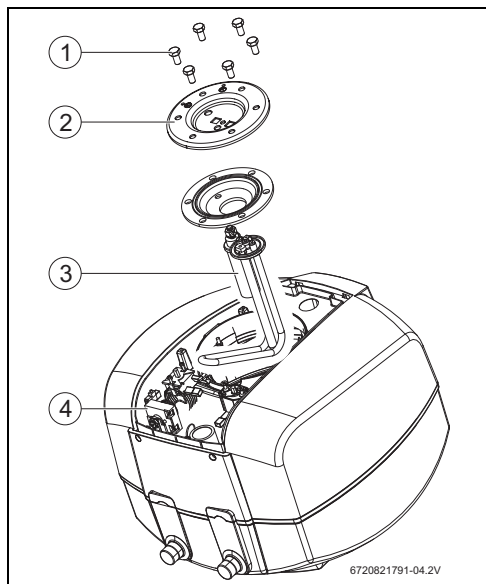

Fig. 14 Accesul în camera interioară și marcajul pieselor
- ▶ Apăsați complet tasta de deparazitare (Fig. 14, [4]).